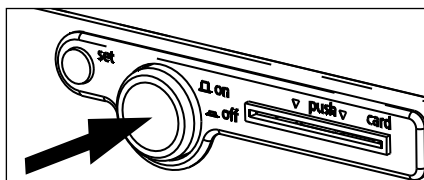

Abb. 1 Brutschrank ausschalten durch Drücken des Hauptschalters
- ▶ Hauptschalter an der Gerätevorderseite eindrücken (Abb. 1).